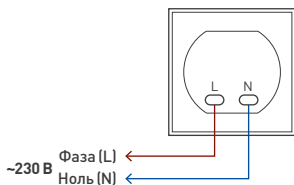

Рис. 1.
- 3.5. Подключите провода сетевого питания AC 230 В к контактам розетки в соответствии со схемой (рис. 1): L (фаза) — коричневый, N (нейтраль) — синий.